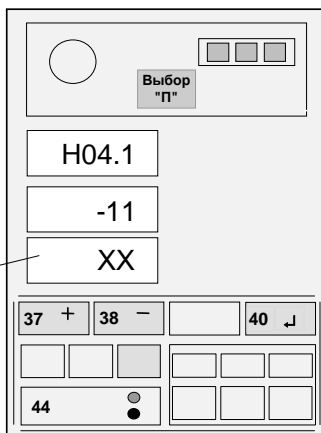

Рисунок 16 – Ввод температурного коэффициента
Если значение коэффициента, указанное на корпусе ПрУ, отличается от значения, выдаваемого на средний ИЖЦ, нажатием кнопки 44 установить на верхнем ИЖЦ код "Н06.1", а затем, нажимая кнопки "+" (37) и "-" (38), установить на среднем ИЖЦ значение коэффициента для ПрУ (см. рисунок 16 для коэффициента М11), причем знак плюс на индикаторе не отображается, а знак минус отображается символом " - ".